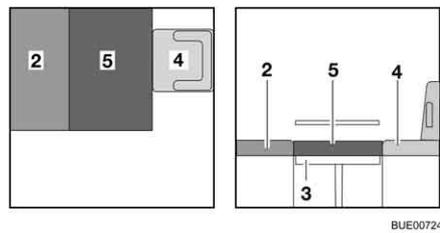

Bild 107 Nach dem Umbau
- Das Zusatzpolster (Bild 107,5) auf den Tisch legen.
- Den Fahrersitz (Bild 107,4) gegebenenfalls wieder nach hinten schieben.